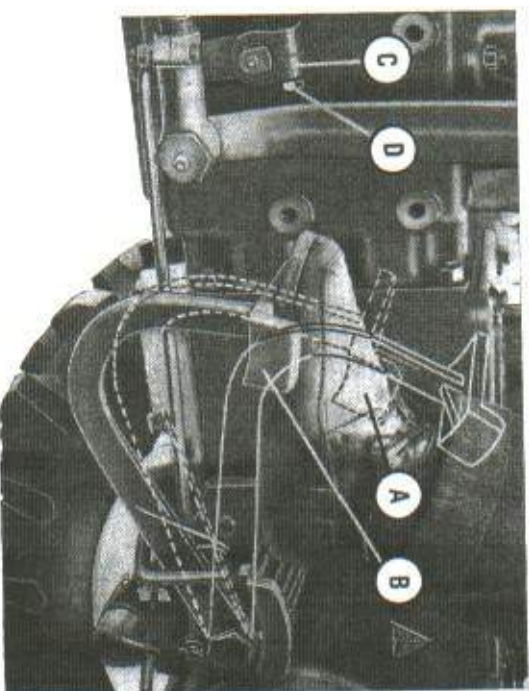

Fig. 12
Il primo disco serve per il collegamento fra cambio e motore. Deve essere disinnestato (posiz. A fig. 12) prima di ogni manovra della leva comando marce ed ogni qualvolta si voglia arrestare la trattrice.
Il **secondo disco** serve per il collegamento del motore alla presa di forza veloce e unificata. Per disinnestare questo disco premere il pedale a fine corsa (posiz. B. fig. 12).
Per evitare lo slittamento della prima frizione (motore cambio), la corsa a vuoto del pedale non deve scendere al disotto di 2,5 cm. Per registrare tale gioco, bisogna agire sulla levetta C (fig. 12), allentando la vite D e facendo compiere alla levetta lo spostamento necessario.
- 3) Allentare i dadi F e E indi portare il pedale frizione a circa metà della sua corsa (posiz. A fig. 12); dopo essersi assicurati che rimanga fermo nella suindicata posizione, avvitare il dado E fino ad appoggiarlo leggermente sul piano del disco D indi bloccare il controdamo F.